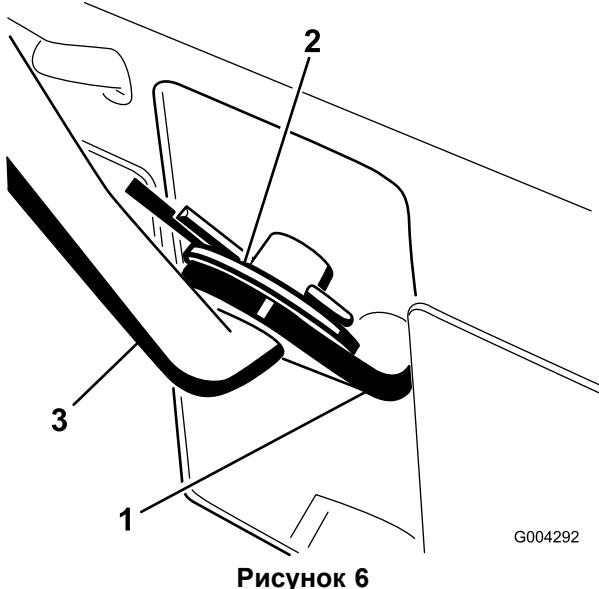

Рисунок 6
- Поставьте плечо рычага переключения скоростей (Рисунок 6) в самое крайнее положение.
и зафиксируйте ее с помощью шплинта (Рисунок 6).